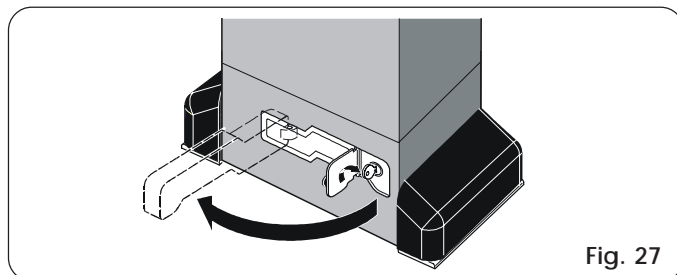

Fig. 27
- 2) Tourner la clé en sens horaire et tirer le levier de déverrouillage d'après la Fig. 27.